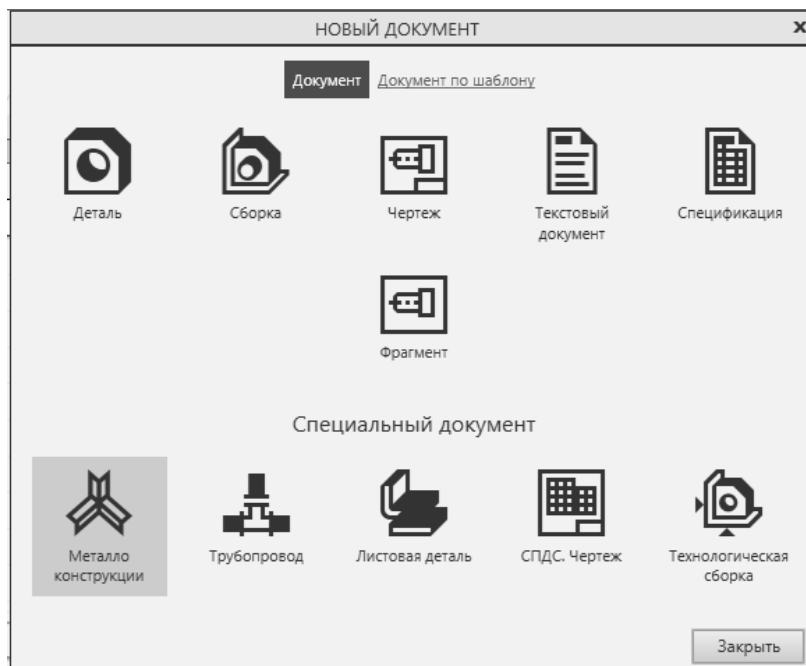

Рис. 11.2. Окно «Новый документ»
1. Выполните последовательность команд: «**Файл** → **Создать**» → из группы **Специальный документ** выбрать **Металлоконструкции** (рис. 11.2).